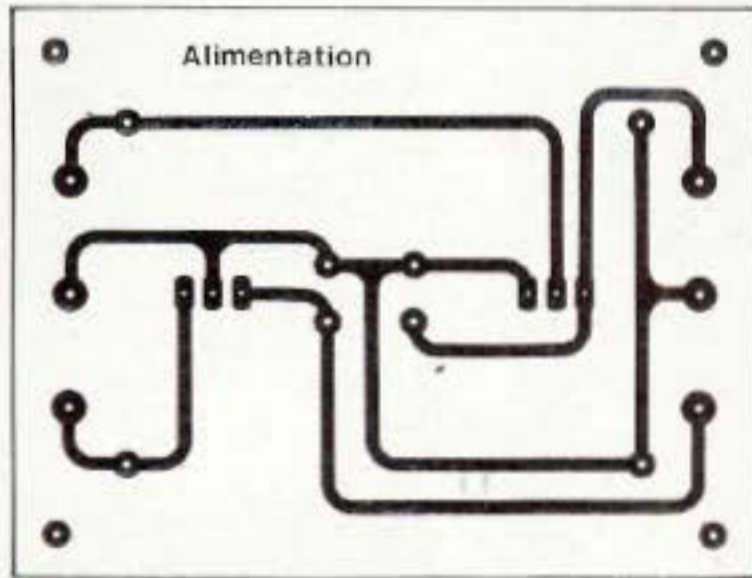
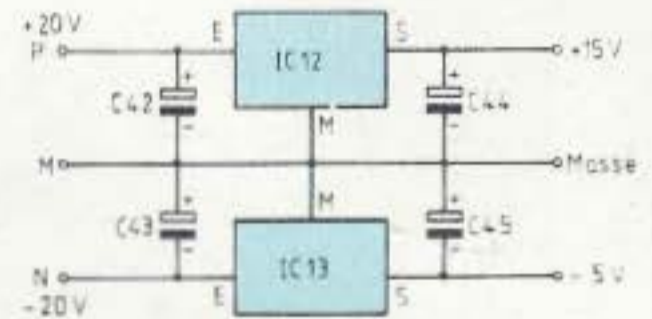

Fig. 6b
Fig. 6a : Alimentation + 15 V et - 5 V.
Comme vous avez pu le constater, la nouvelle carte nécessite deux tensions supplémentaires (+ 15 V et - 5 V). Le schéma est donné figure 6a, l'implantation et le tracé des pistes figures 6b et 6c. Les tensions + 20 V (P) et - 20 V (N) sont à prélever sur le circuit imprimé de l'alimentation générale du modèle de base (voir article précédent), il en va de même pour le point M (masse). Prévoir un dissipateur pour IC13 (régulateur - 5 V), les surfaces de contact devront être enduites de graisse au silicone.